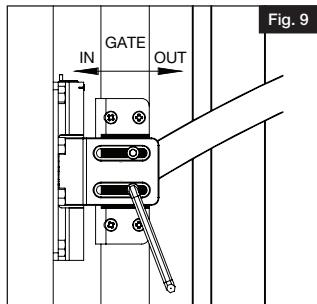

Fig. 9
- g. Hinges can be adjusted horizontally from 3/8" - 1 1/2". Use provided allen wrench to adjust horizontal set screws left or right (Fig. 9).
- g. On peut régler les charnières de 3/8 po à 1-1/2 po (9,5 mm à 38 mm) horizontalement. Utiliser la clé Allen fournie pour ajuster les vis de réglage vers la gauche ou vers la droite (Fig. 9).